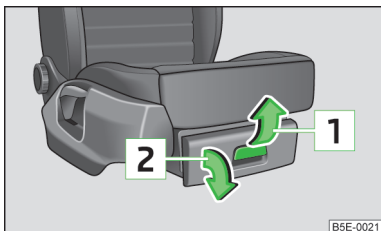

Fig. 70
► Trageți mânerul în sensul săgeții  » fig. 70.